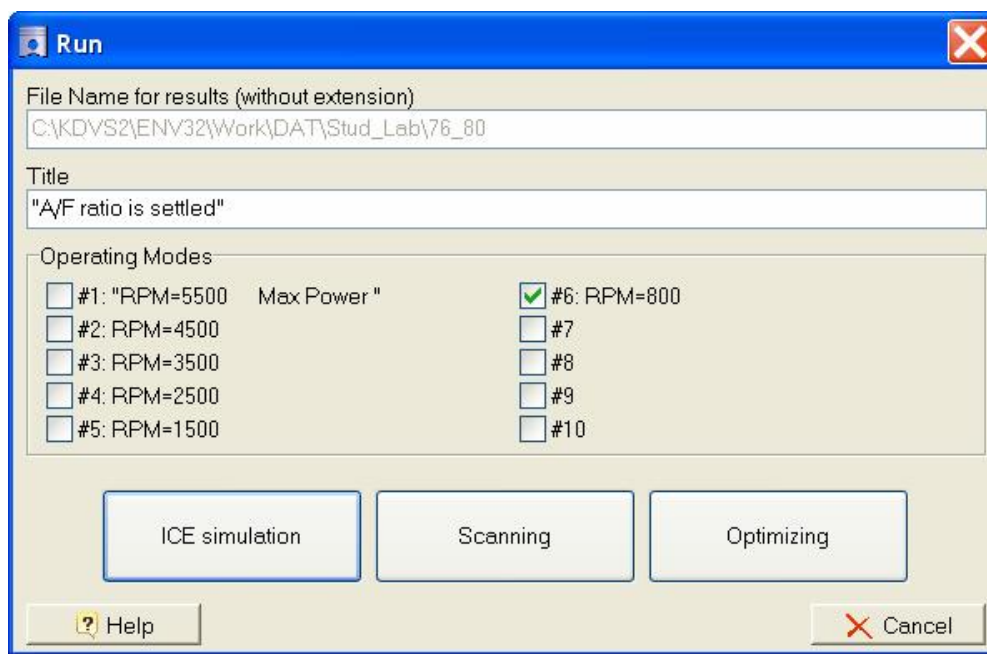

Рис. 2. Окно: "Run".
1. Подберите разрежение на впуске двигателя на режиме близком к холостому ходу таким образом, чтобы расчетная мощность не превышала на этом режиме 5 кВт. Для этого выполняйте расчеты не всей характеристики, а только данного режима. Выбор режимов для расчета осуществляется либо в таблице рабочих режимов (рис. 1.) либо в окне "Run", рис. 2.
7. Рассчитайте внешнюю скоростную характеристику ДВС с оптимальными фазами газораспределения и сравните ее с первоначальной. Для этого в поле ввода комментария к расчету (рис. 2) введите комментарий: «оптимальные фазы газораспределения». Отобразите две характеристики на одном графике.